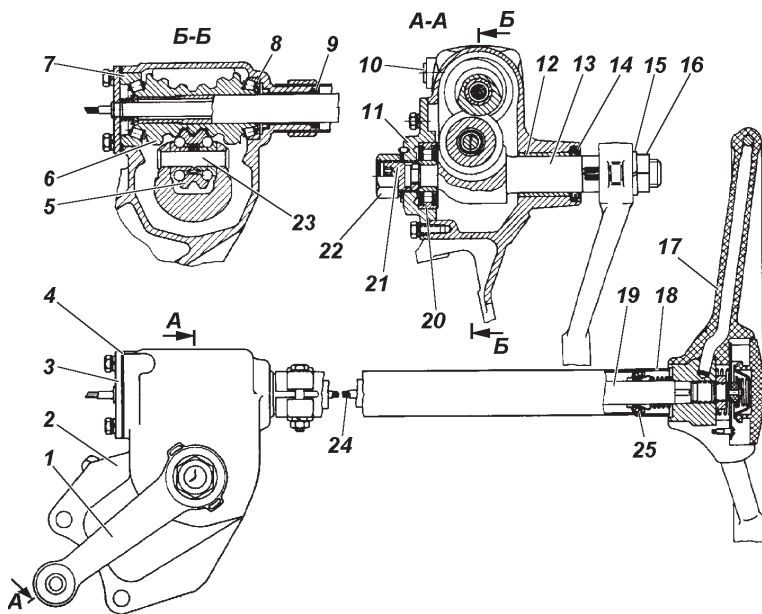

Рис. 9.27. Рулевой механизм:
Регулировку затяжки подшипников червяка производите с помощью прокладок 4 (рис. 9.27), установленных между
4. Вращая регулировочный винт 21 (рис. 9.27) по часовой стрелке, устраните зазор в зацеплении.